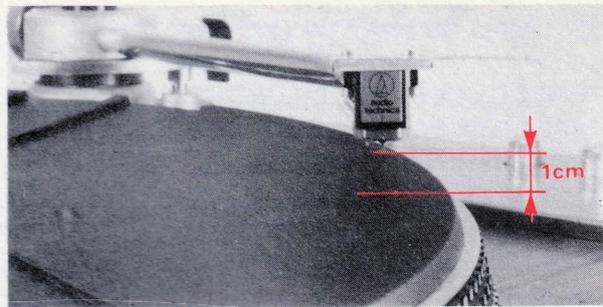
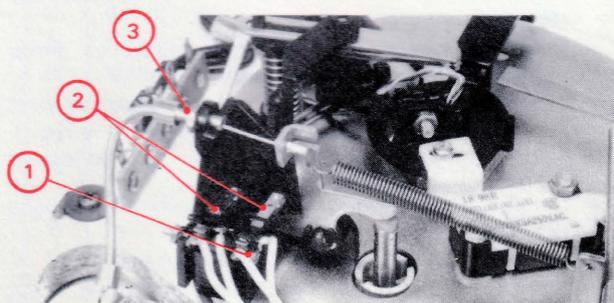

Fig. 6
Fig. 8
## E - REGLAGE DE LA HAUTEUR DU BRAS (Fig. 6 et 8).
- Agir sur l'écrou (3), Fig. 8 du tendeur, pour positionner la pointe de lecture à 1 cm du couvre-plateau (voir Fig. 6).
## H - REGLAGE DES INTERRUPTEURS DE LEVE-BRAS (Fig. 8).